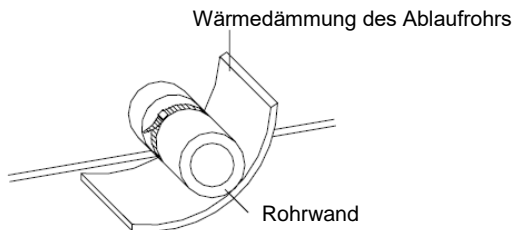

Abb. 13: Wärmedämmung des Ablaufrohrs
- a. Das Ablaufrohr ist mit einem Gefälle von 5–10° zu installieren, um einen guten Kondensatablauf zu ermöglichen. Die Verbindungen des Ablaufrohrs müssen mit Wärmedämmung bedeckt werden, um Kondensation am Rohr zu verhindern (siehe Abb. 13).